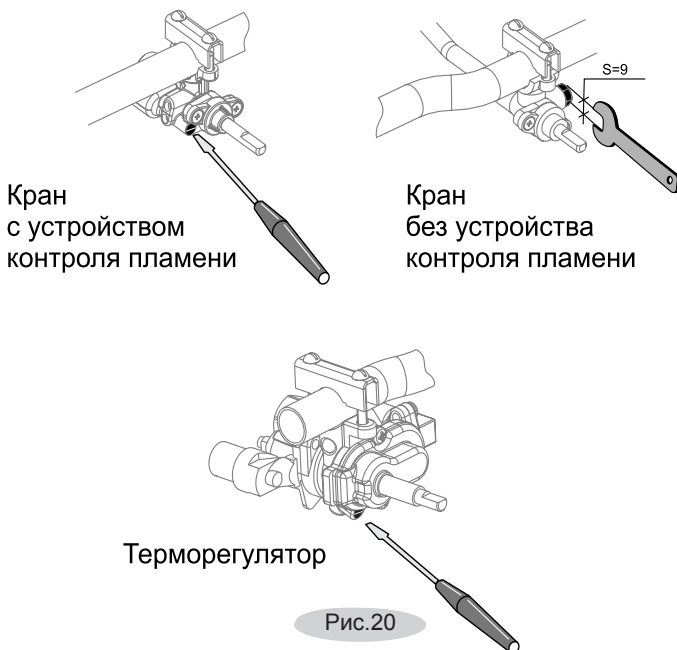

Рис.20
- с помощью рожкового ключа ($S=9 \text{ мм}$) отвернуть ВМР и заменить, затянув ключом до упора (рис.20).